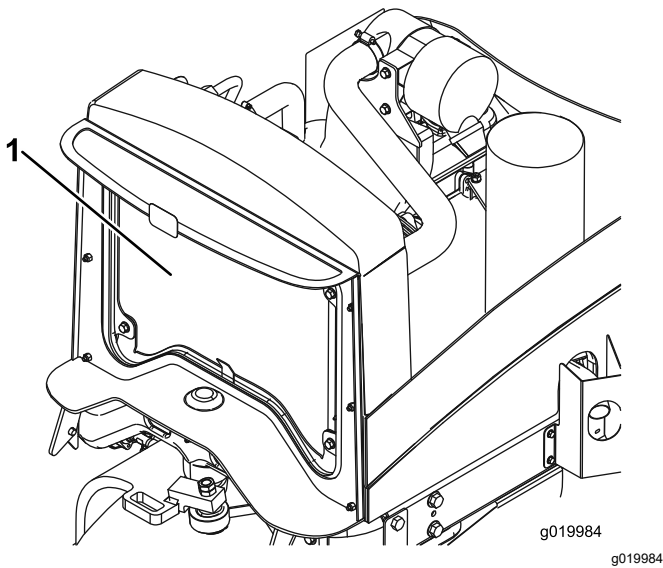

Bild 60
2. Reinigen Sie beide Seiten des Kühlers bzw. Ölkühlers gründlich mit Druckluft (Bild 60).